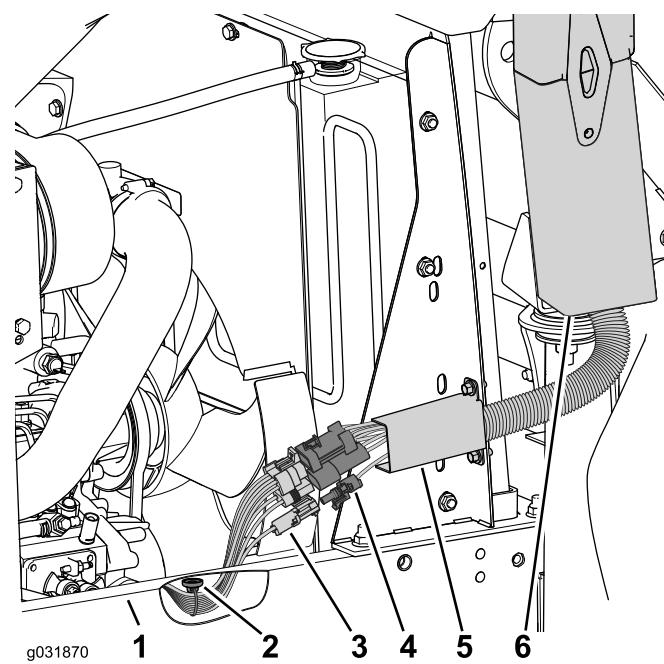

Figura 58
| 4. Posicione el soporte magnético en la parte inferior del bastidor (Figura 58). | |
- Conecte el arnés de cables de la máquina al arnés de cables de la cabina (Figura 58).